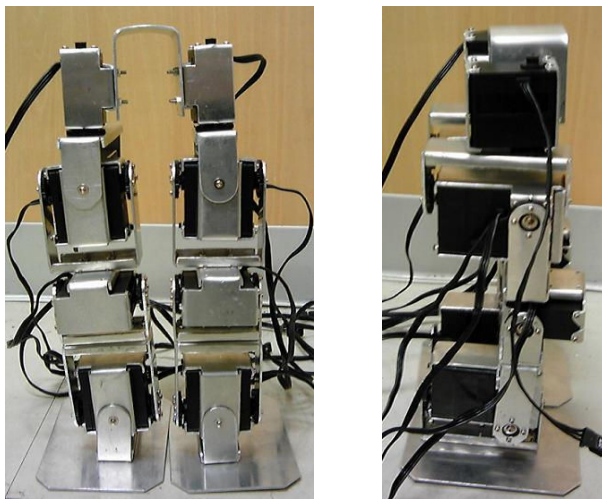

図2. 製作した機体
(2)ロボットを製作する方式は、試作機を設計、製作し図2の機体が完成した。